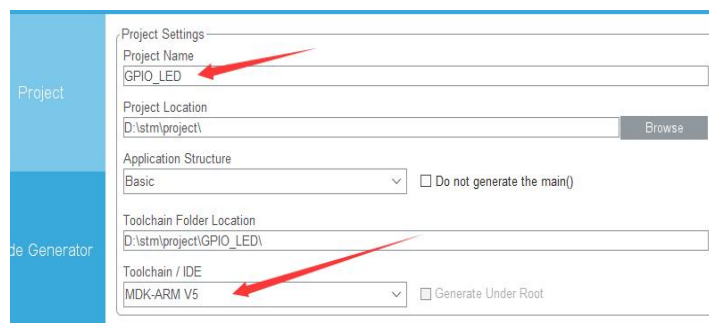

图 5.2.5 工程文件设置
17) 配置工程文件，并生成相关代码。参考图如图 5.2.5，注意文件名及路径自行修改，且不能有中文字符，参考实验一。